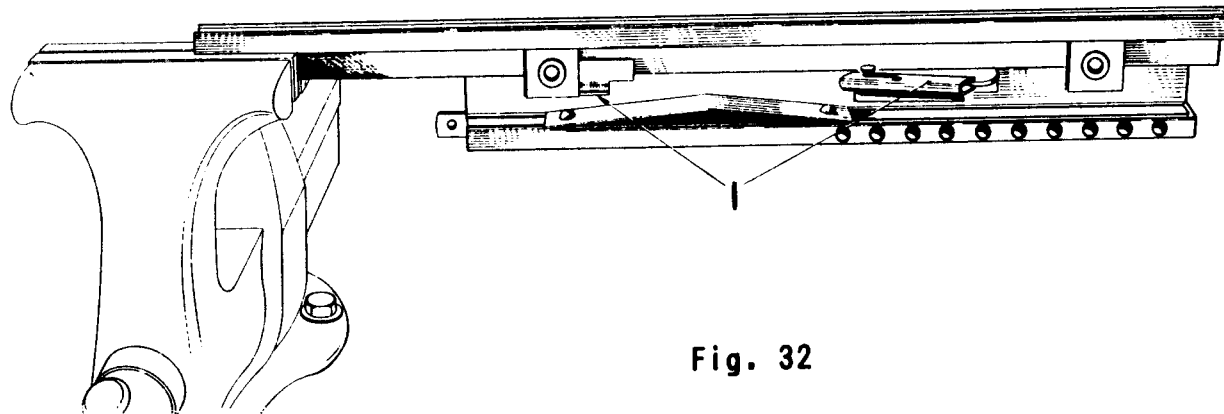

Fig. 32
- 8) **Pose de la glissière mobile de réglage - (Fig. 32)**